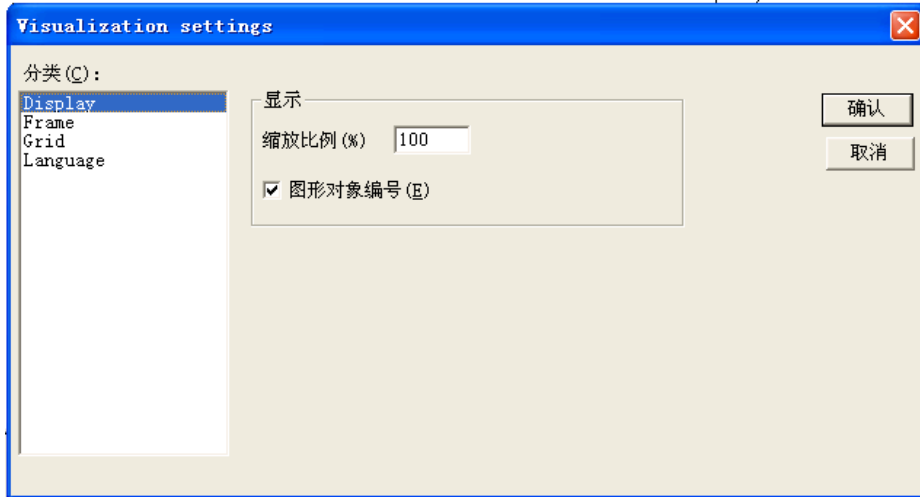

图 11-3-4 视图设置
视图设置如图 11-3-4 所示。
- **Display:** 填入相应扩大或缩小比例改变屏幕大小，可以选择是否在视图中显示对象号，如图 11-3-4 所示。